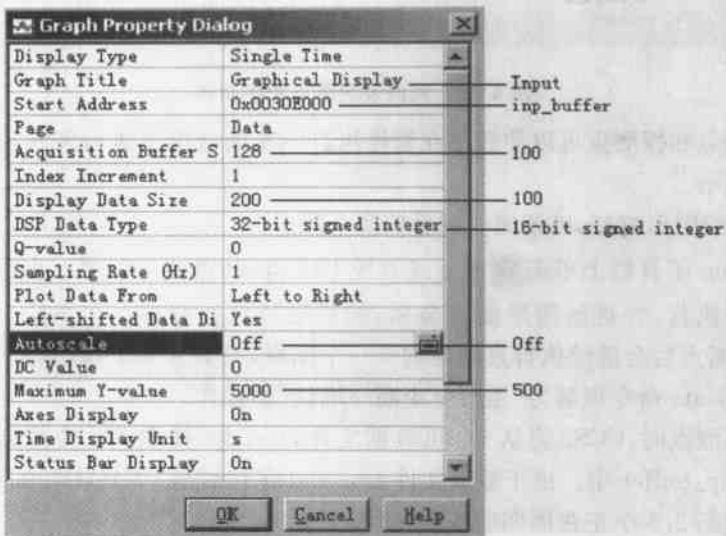

图 6.12 Graph Property 对话框
(1) 在 View 菜单中执行 Graph→Time/Frequency 命令, 将弹出 Graph Property 对话框, 如图 6.12 所示。
(2) 在图 6.12 中,更改图形显示的标题、起始地址、采集缓冲区大小、显示数据大小、DSP 数据类型、自动伸缩属性以及最大的 Y 值等。
(3) 单击 OK 按钮,将出现一个显示 inp\_buffer 波形的图形窗口。
(4) 在图形窗口中右击,从弹出的菜单中选择 Clear Display,清除已有的图形。
(5) 再次以同样的方法打开一个 Graph Property 对话框,将 Graph Title 改为 Output, 开始地址改为 out\_buffer, 其他设置不变。
(6) 同样在图形窗口中右击,从弹出的菜单中选择 Clear Display, 清除已有的图形。